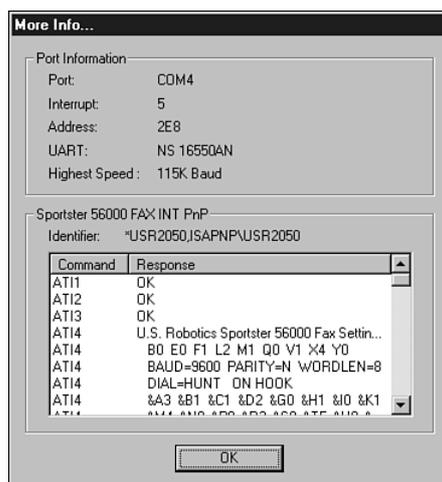

Рис. 18.12. Информация о свойствах установленного модема
5. Убедитесь в том, что модем правильно сконфигурирован операционной системой. Если на вашем компьютере установлена Windows 9x, для того чтобы получить информацию о конфигурации модема, щелкните на кнопке Пуск и выберите команду Настройка⇒Панель управления, а затем щелкните на пиктограмме Модемы. Выберите в списке ваш модем и активизируйте вкладку Диагностика. В появившемся списке выберите СОМ-порт, который используется вашим модемом, и щелкните на кнопке Дополнительно. После выполнения этих действий в модем будут направлены команды тестирования и, если он установлен правильно, появится информация о используемом порте и модеме (рис. 18.12).